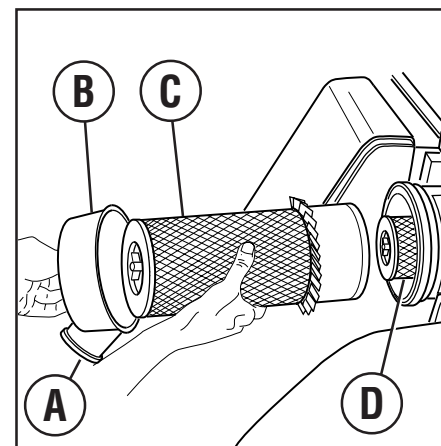

Fig. 43
- 2 - kontrollér, at gummiventilen (A Fig. 43), der er anbragt uden på dækslet, ikke er blokeret. Fjern eventuel tilstopning.
- 3 - fjern filterets dæksel (B Fig. 43) fra sædet ved at løsne skruen, der fastgør det.
- 4 - Løsn den centrale skruen, der fastgør luftfilteret (C Fig. 43), og fjern filteret fra dets sæde, idet det kontrolleres, at der ikke trænger støv ind i manifolden.
⚠ FORSIGTIG. Patronen (C Fig. 43) skal udskiftes efter 6 rengøringsoperationer og under alle omstændigheder efter 12 måneder. Fjern og udskift den indvendige patron for hver 2. udskiftning af den udvendige patron. Den indvendige backuppatron (D Fig. 43) må ikke afvaskes eller rengøres med trykluft.